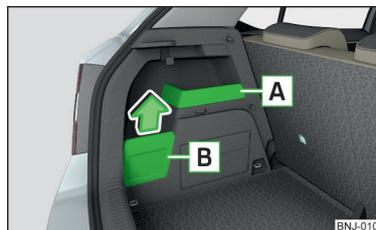

Abb. 85
- Das am Haken aufgehängte Gepäckstück, falls möglich, in das Ablagefach **B** » Abb. 85 auf Seite 88 einlegen, anderenfalls besteht die Beschädigungsgefahr der Ablagefachabdeckung.
- Wird am Haken ein Gepäckstück mit einem Gewicht von mehr als 2,5 kg aufgehängt, dann empfehlen wir, die Ablagefachabdeckung **B** » Abb. 85 auf Seite 88 abzunehmen, anderenfalls besteht die Beschädigungsgefahr der Ablagefachabdeckung.
Ablagefächer » Abb. 85
➤ Die Abdeckung des Ablagefachs **B** in Pfeilrichtung abnehmen » Abb. 85.
Das Ablagefach **A** » Abb. 85 ist zum Ablegen von kleinen Gegenständen bis zu einem Gesamtgewicht von 1,5 kg geeignet.